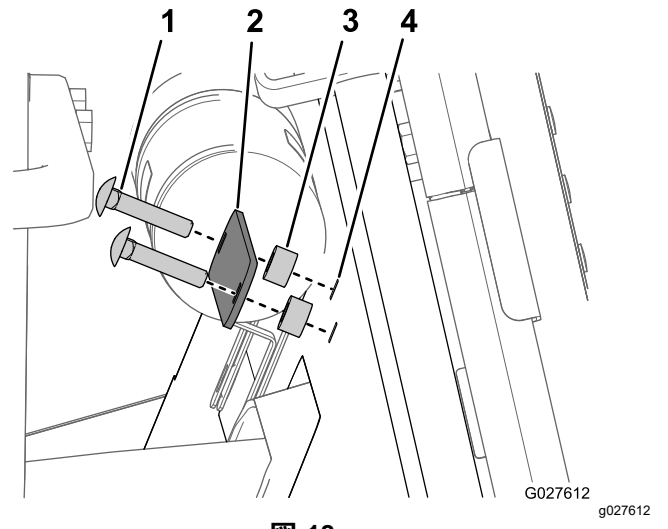

図 18
5. 内側の発泡パネルに開けた穴 3 mm に、キャリッジボルト1/4 x 1-1/4"2本、ストラップ、スペーサ1/4"2個を取り付ける 図 18。